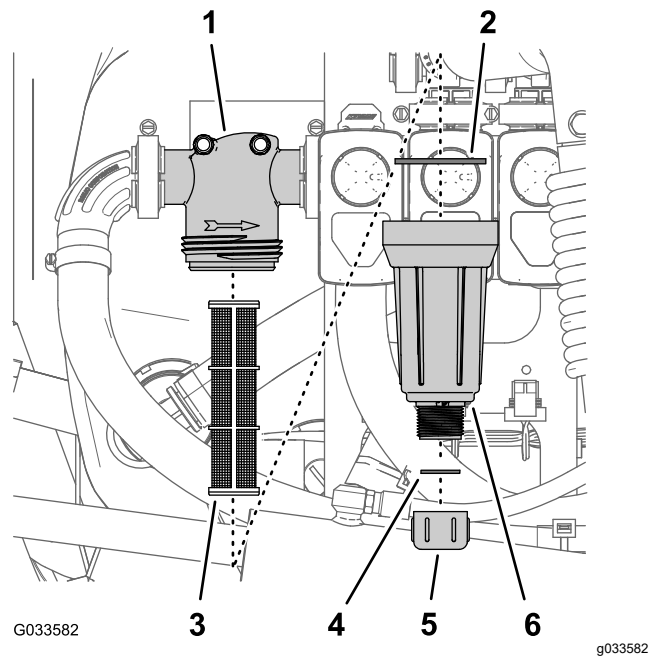

Figure 96
2. Placez un bac de vidange sous le filtre de pression (Figure 96).
3. Tournez le bouchon de vidange dans le sens antihoraire et retirez-le de la cuvette du filtre de pression (Figure 96).
4. Tournez la cuvette dans le sens antihoraire et déposez la tête du filtre (Figure 96).
5. Retirez l'élément du filtre de pression (Figure 96).
7. Contrôlez l'état et l'usure du joint du bouchon de vidange (à l'intérieur de la cuvette) et du joint de la cuvette (à l'intérieur de la tête du filtre) (Figure 96).
8. Placez l'élément dans la tête du filtre de pression (Figure 96).
9. Vissez la cuvette sur la tête du filtre et serrez-la à la main (Figure 96).
10. Vissez le bouchon de vidange sur le raccord au fond de la cuvette et serrez-le à la main (Figure 96).